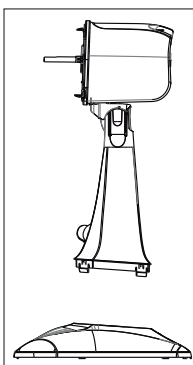

Figura 02
2. Alinhar a haste com a base através do rebaixo para encaixe conforme a figura 02.